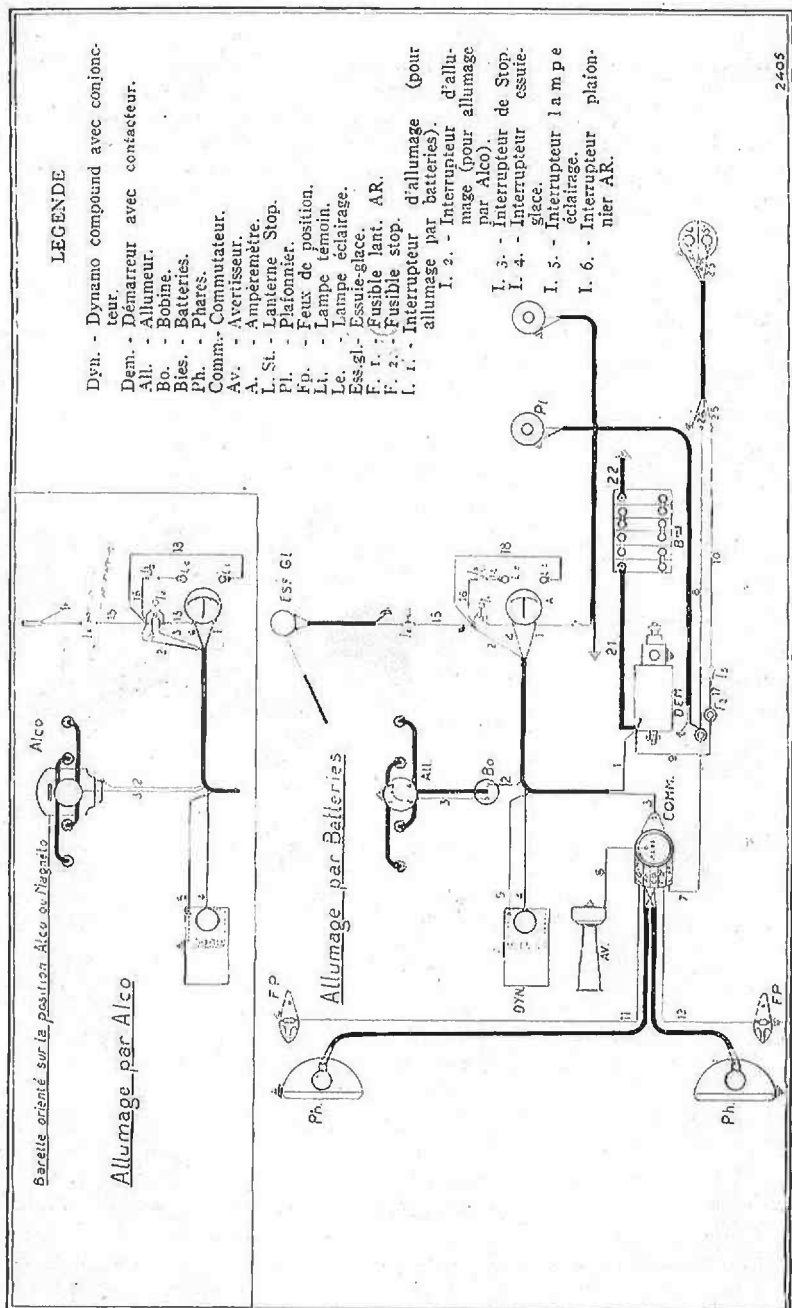

Fig. 27. — Schéma de l'installation électrique.
- Le schéma de branchement de ces divers appareils est représenté par la planche page 42 (fig. 27).